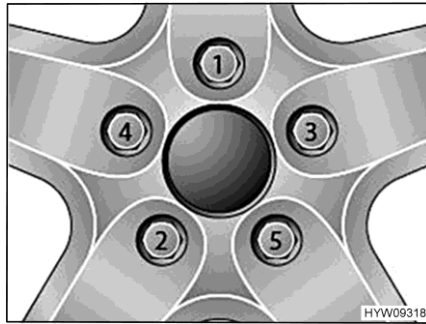

Bild 142 Radmuttern oder Radschrauben über Kreuz festziehen
- Radmuttern oder Radschrauben in der Reihenfolge, die in Bild 142 gezeigt ist, festziehen. Dazu einen Drehmomentschlüssel verwenden und das vorgeschriebene Anziehdrehmoment einhalten (siehe Abschnitt 14.5).
- Radmuttern oder Radschrauben regelmäßig auf festen Sitz prüfen. Radmuttern oder Radschrauben eines ausgewechselten Rades nach 50 km nachziehen. Dabei in der Reihenfolge vorgehen, die in Bild 142 gezeigt ist.
- Wenn neue oder neu lackierte Felgen verwendet werden, die Radmuttern oder Radschrauben zusätzlich nach ca. 1000 bis 5000 km nachziehen. Dabei in der Reihenfolge vorgehen, die in Bild 142 gezeigt ist.